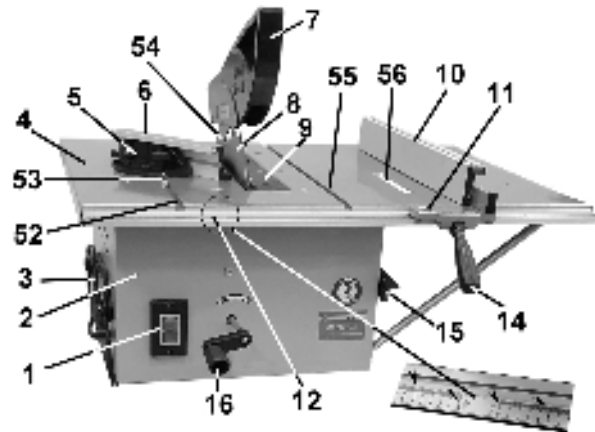

Рис. 6
9. УСТАНОВКА ОБОРУДОВАНИЯ ПИЛЬНОГО СТАНКА, Рис. 6
10.1. Для переоборудования станка для токарных операций необходимо с рабочего стола (4) демонтировать защитный кожух (7) и вставку стола (9), Рис. 6. Вращением ручки (16) против часовой стрелки опустите пильный диск (8). Снимите параллельный упор (10) и упор для косо́го и поперечного пиления (5).